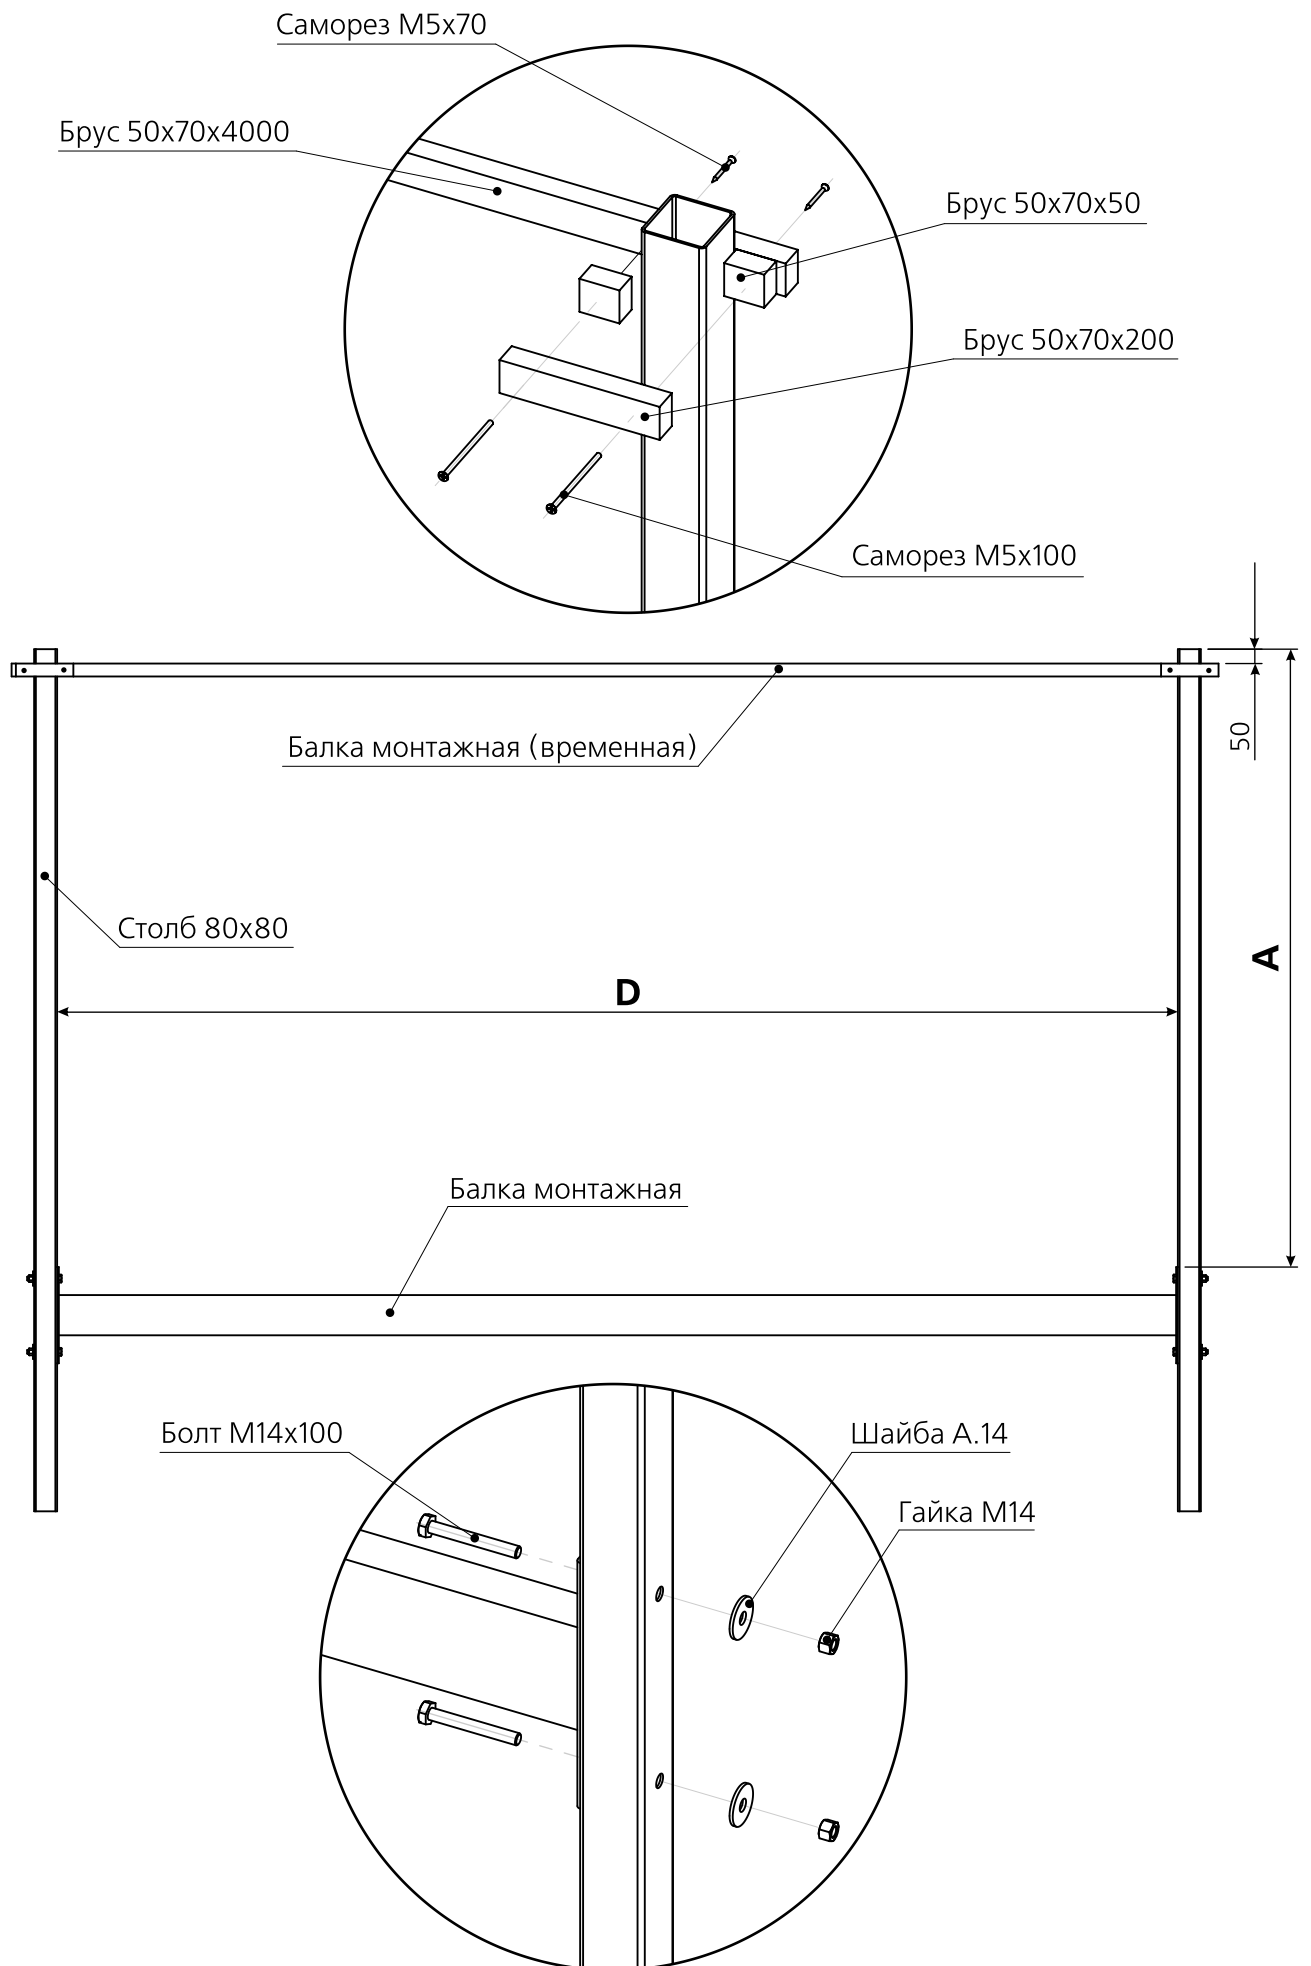

Рис. 1 Схема сборки монтажной рамы
- 1.1 Соединить столбы ворот монтажной балкой снизу и временной балкой сверху (Рис.1) обеспечив одинаковое расстояние между столбами (D) по всей длине.